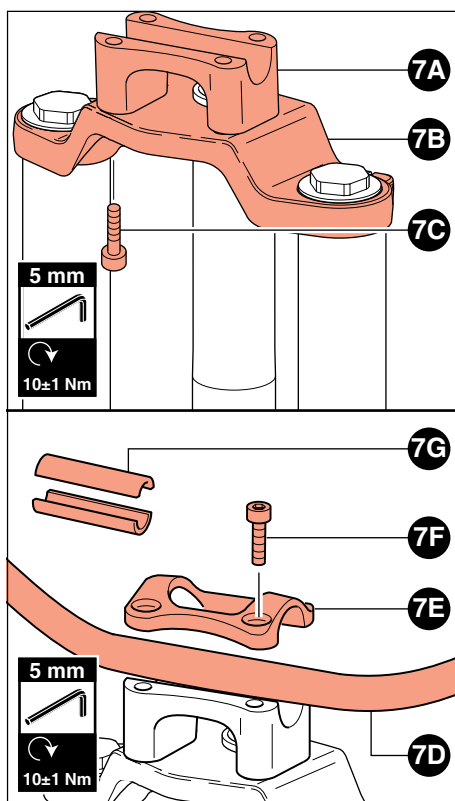

Abb. 7 - Montage Lenkerbefestigung
- Das untere Montagesegment der Lenkerbefestigung auf der oberen Gabelbrücke montieren (siehe **7A** und **7B** in **Abbildung 7**).
- Das untere Montagesegment der Lenkerbefestigung an der oberen Gabelbrücke festmachen, die Schraube mit einem 5mm-Inbusschlüssel mit dem vorgesehenen Moment (10 ± 1 Nm) anziehen (siehe **7C** in **Abbildung 7**).
- Den Lenker montieren und im unteren Montagesegment der Lenkerbefestigung zentrieren (siehe **7D** in **Abbildung 7**).
- Das obere Montagesegment der Lenkerbefestigung über dem Lenker montieren (siehe **7E** in **Abbildung 7**).
- Den Lenker festmachen, dazu die Schrauben mit einem 5mm-Inbusschlüssel mit dem vorgesehenen Moment (10 ± 1 Nm) anziehen (siehe **7F** in **Abbildung 7**).
dem Lenker und den einzelnen Segmenten der Lenkerbefestigung) und ihn in Position halten (siehe **7G** in **Abbildung 7**).